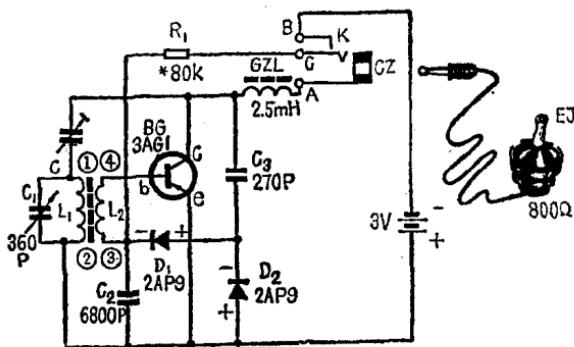
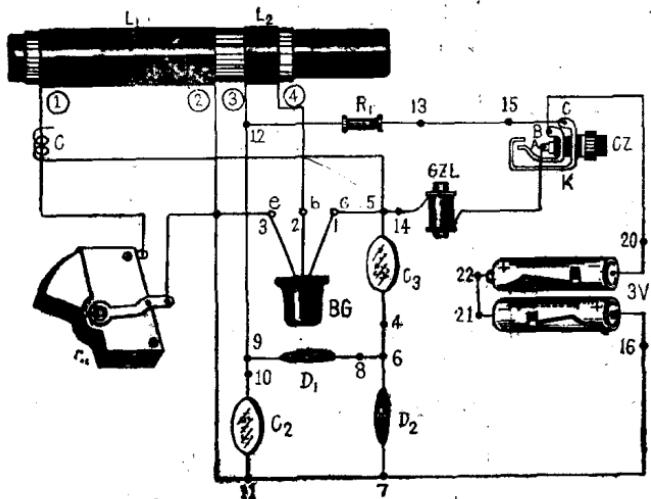
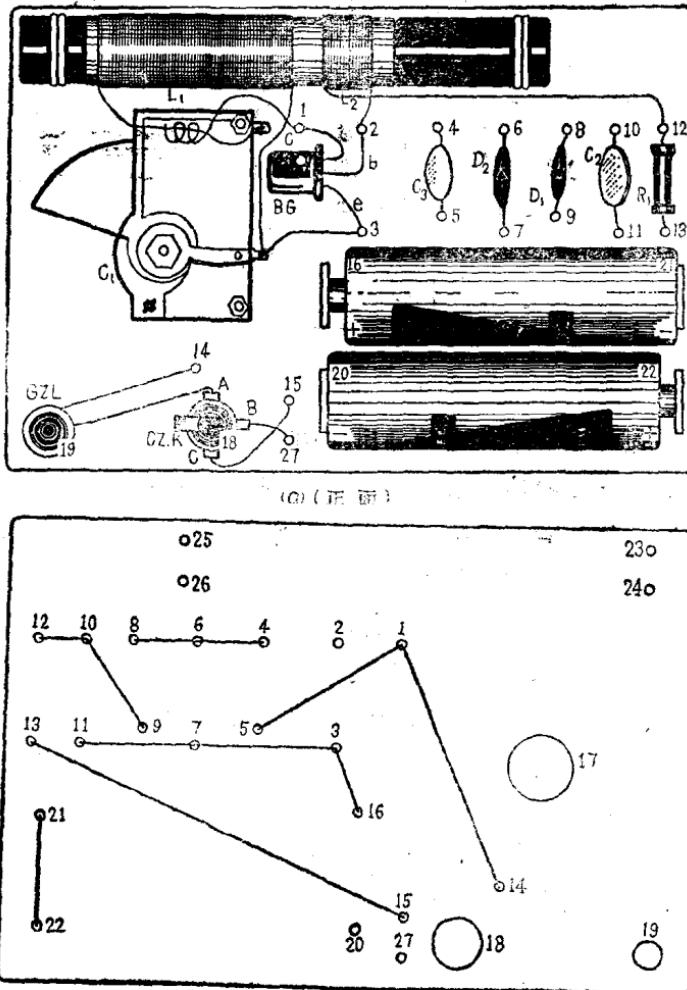
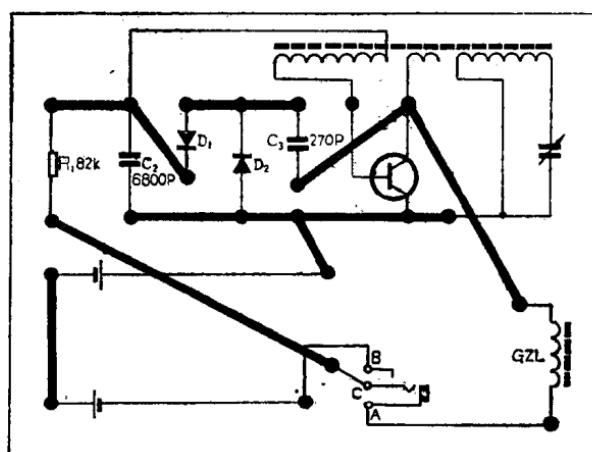

图 1.3 单管收音机原理图
图 1.4 单管收音机实体接线图
图 1.5 元件安装图(正面)和导线连接图(反面)
图1.6 印刷电路板安装图
单管收音机的原理图如图1.3。它的实体接线图如图1.4。
如果没有印刷电路板可以找一块胶木板（五合板、三合板也都可以）尺寸大约为80毫米×52毫米，按图1.5的反面所示的位置，画出打孔的位置来，然后用摇钻开孔，并用砂纸磨光孔的边缘，除17、18、19三个大孔以及16、20、21、22、23、24、25、26等小孔外，其余的孔都铆上空心铜铆钉，然后在16、20、21、22等孔上铆上电池夹，电池夹可用磷铜皮自己制造。注意电池夹的距离要和五号电池的实际尺寸相符合。
按照图1.5的反面图把导线在反面焊好以后，翻到正面再把电容器和磁性天线焊接；最后要详细检查一遍，看有无漏焊或错焊。把铜铆钉上长出来而又无用的线头一律剪去，多余的
如有印刷电路板可以照图1.6制板，开孔，焊接。那就用不着打铜铆钉了。
注意电阻R₁在安装时暂时不焊，在调整的时候再说。但12、13两个铜铆钉上的导线要按图1.5反面连接好。
外把一只毫安电流表（或用万能表的直流毫安档）串联在集电极电路中。串联的方法可以按照图1.5的正面接线图把孔14到GZL之间的连线暂时断开，把表的黑表笔接到GZL，红表笔接到孔
调整再生的方法：偏流调好之后，旋转单连电容一般就可以听到本地强力电台的播音。为了使其灵敏度更高一些，可以加上再生，就是前边谈到的从集电极C上引一根线在磁性天线的连线上绕几圈，象图1.4那样，这线圈与连接线便形成一个小电容。调整再生就是增加或减少圈数使收音机的声音大又不发生啸叫（一种尖叫声）为止。
前边介绍了单管机的原理图(图1.3)，根据这个图可以看出放大器在单管机里的作用。从磁性天线的次级圈 L_2 产生的高频电信号送到三极管的基极加以放大。放大了的信号从集电极输出分为两路：一路到高频扼流圈GZL，因为GZL对高频的阻抗大，所以通不过；另一路到电容器 C_3 经过两个二极管的倍压检波变成音频和高频的混合信号，经过 D_1 又分为两路，一路是高频通路把检波后残余的高频成分经 C_2 入地（最下边的公共线）。另一路经过 L_2 由③到④又送到基极，这才是音频信号。这些音频信号经过放大也从集电极输出，经过GZL送到耳机里发出声音。这个放大器既放大高频，又放大音频。所以这种收音机也称为来复式单管收音机。
放大器是怎样起到放大作用的？下面介绍音频放大器的工作原理，为此我们把音频放大器这一部分从图1.3中分离出来，如图1.8。在图1.3中磁性天线和单连电容不属于音频放大器，这一部分在图1.8中就不画了， L_2 和GZL对音频的阻抗很小，在图1.8中用一根导线代替。 C_3 、 D_2 和 D_1 是检波用的，也不属于音频放大器。 C_2 对音频的阻抗大，可以认为断线，图中都没画。这样图1.8就是一个基本的音频放大器了。
(二) 基极电流也是从基极流向发射极的，所以基极也通过一个电阻R₁接到电源正极。这个电阻也是调偏流用的，和图1.3中的电阻R₁一样。
除了以上的三点区别，它和前面介绍的PNP型单管机在安装和调测上完全一样，读者如有兴趣也可以装装试试，可用图1.4，图1.5，图1.6的接线图。